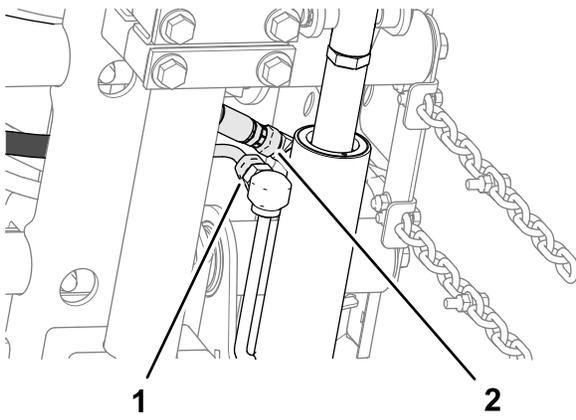

図 16
2. スペーサをキャリアプレートと取り付けプレート間に合わせ 図 16、プレートとスペーサを仮止めるキャリッジボルト $\frac{3}{8}$ x $1\frac{1}{4}$ "、ワッシャ、フランジロックナット $\frac{3}{8}$ "を使用する。